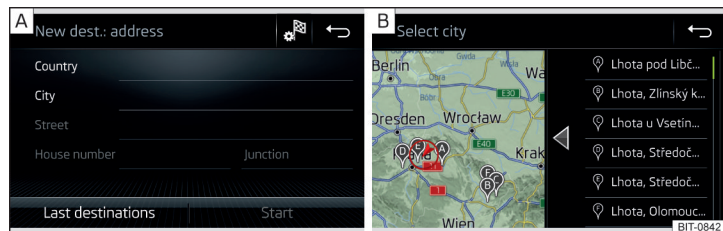

Fig. 166 Introducerea destinației prin intermediul adresei: Meniul principal/lista localităților căutate
- ▶ Introduceți adresa de destinație și apoi confirmați » fig. 166 - **[A]**.
În funcție de numărul de locații căutate, se poate afișa automat o hartă cu o listă a locațiilor căutate » fig. 166 - **[B]**.